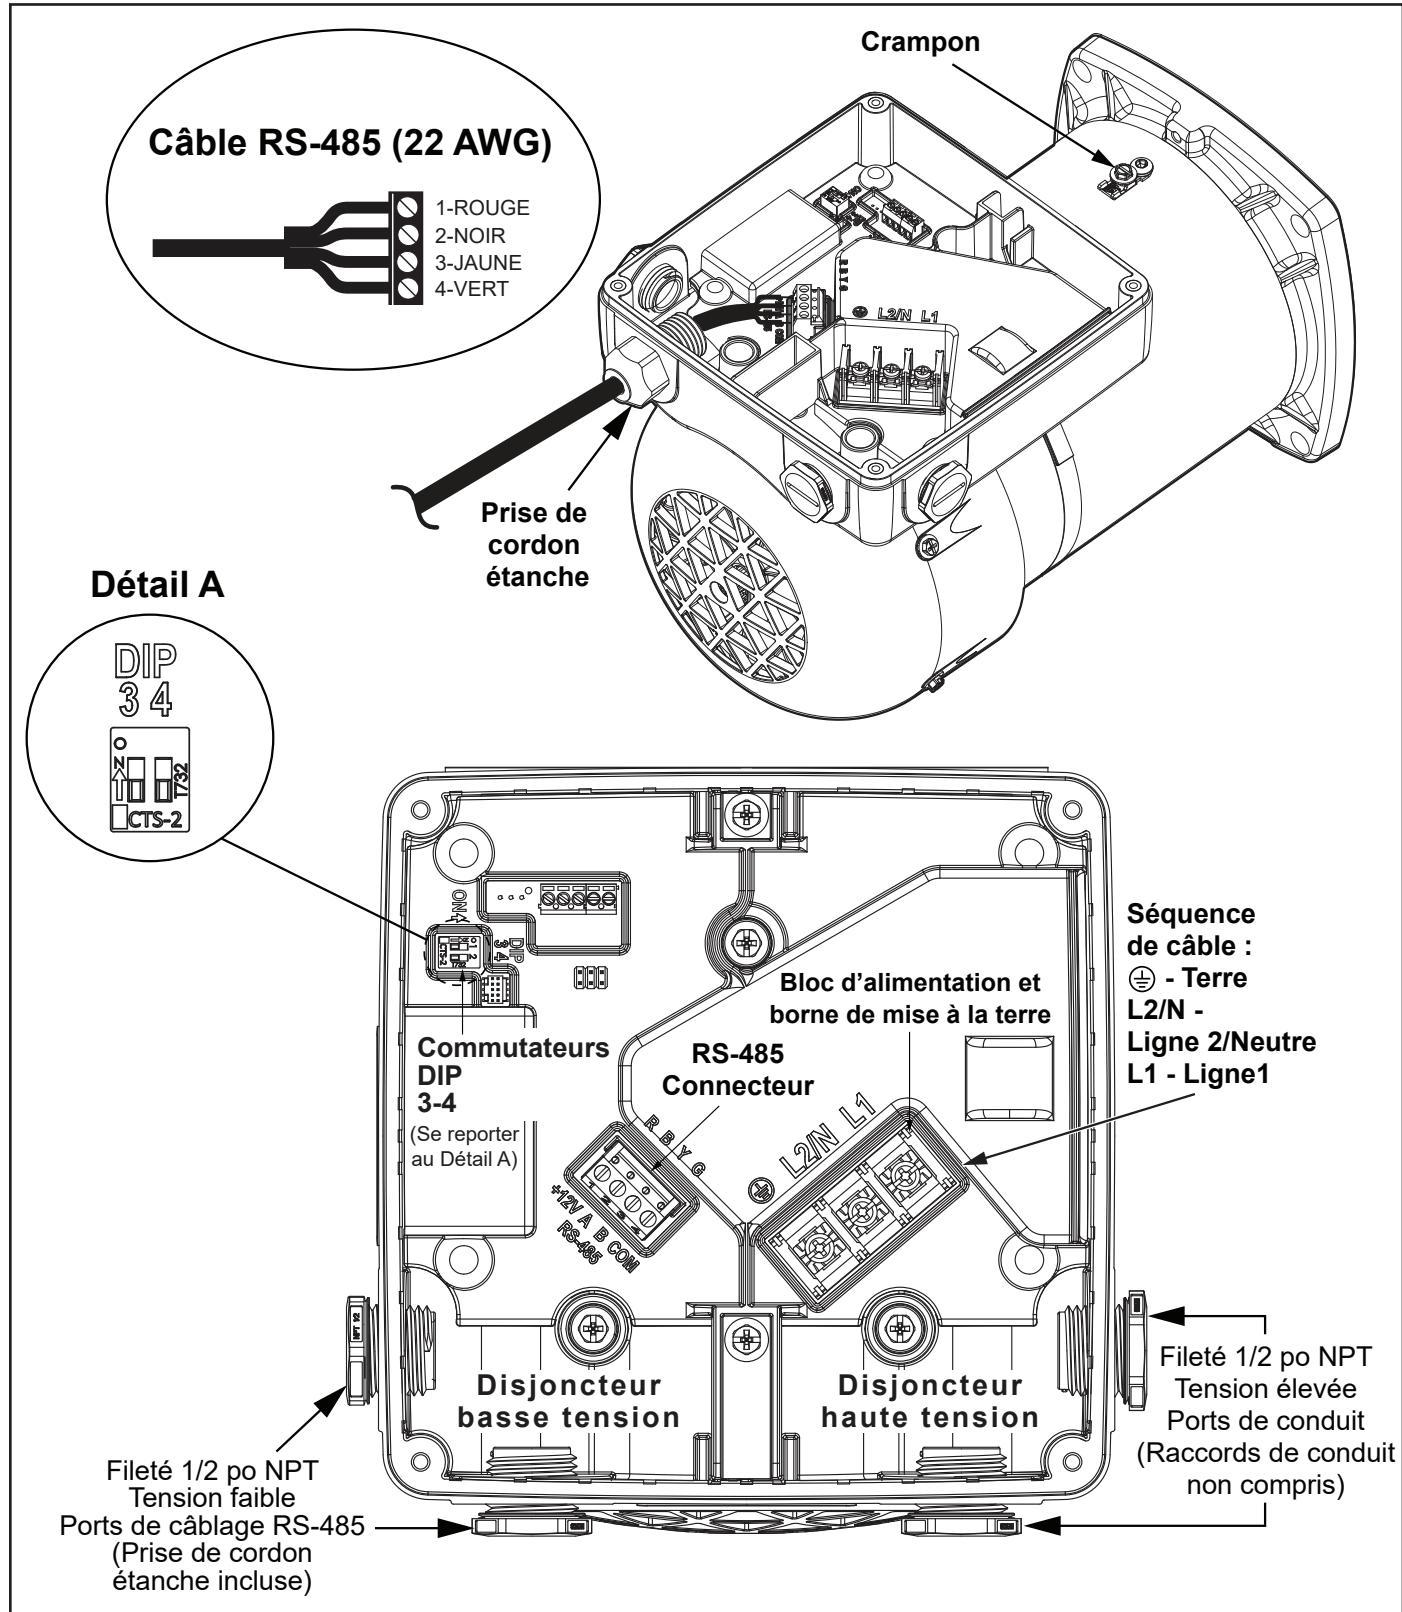

Figure 8. Schéma électrique (Alimentation principale de 115 V/230 V et connexion RS-485)
En plus d'être correctement mis à la terre tel que décrit dans la section *Câblage électrique* et conformément aux exigences du National Electrical Code (NEC), ou au Canada le Code Canadien de l'électricité (CCE), le moteur de la pompe doit être relié aux pièces métalliques de la piscine, du spa ou de la cuve thermale et à tous les composants et équipement électrique avec le système de circulation d'eau de la piscine ou du spa. La liaison doit être réalisée à l'aide d'un conducteur en cuivre massif, calibre AWG n° 8 ou plus gros. Au Canada, il faut utiliser du AWG n° 6 ou plus gros. Relier le moteur en utilisant la languette de liaison externe fournie sur le cadre du moteur. Se reporter à la Figure 8.
Les sections à basse tension sont pourvues de deux (2) ports de conduit 1/2 po NPT (filetés). Une prise cordon étanche est incluse (se reporter à la Figure 8).
REMARQUE L'alimentation électrique seule ne suffit pas pour faire fonctionner la pompe. Elle nécessite une commande numérique qui lui est envoyée par un contrôleur de vitesse variable (SpeedSet, JEP-R, iQPUMP01), ou un système d'automatisation (se reporter aux figures 8 et 9 pour les illustrations de schéma RS-485 d'un contrôleur local ou d'un système d'automatisation.).
S'assurer de débrancher le courant à la pompe et de retirer le capot d'accès sur le moteur. Connecter le câble RS-485 par la prise de cordon étanche fournie comme illustré sur la Figure 8. Relier le câble au connecteur RS-485 dans l'ordre suivant : Rouge(1), Noir(2), Jaune(3), Vert (4). Remettre le capot d'accès sur le moteur et remettre le courant.